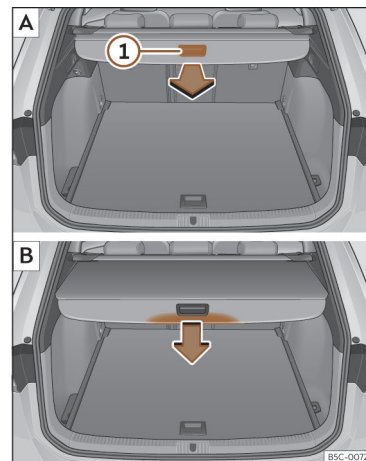

**Fig. 183** Na bagageira: desenrolar e enrolar a chapeleira.
- Puxe uniformemente a chapeleira pela pega >>> **Fig. 183** ① para trás e retire-a até ao limite até ouvir o som de encaixe.
- Pressione a pega da chapeleira no sentido da seta até desbloqueá-la >>> **Fig. 183** ②.